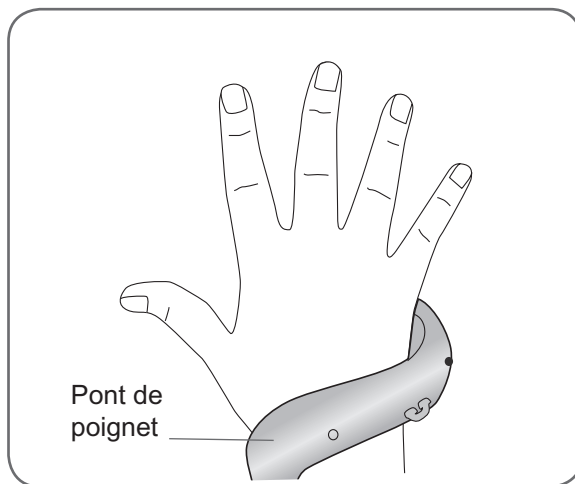

Figure 8-10 : Positionnement du pont de poignet.
2. Positionnez le pont de poignet d'orthèse confortablement sur le dos de votre poignet. Reportez-vous à la Figure 8-10.